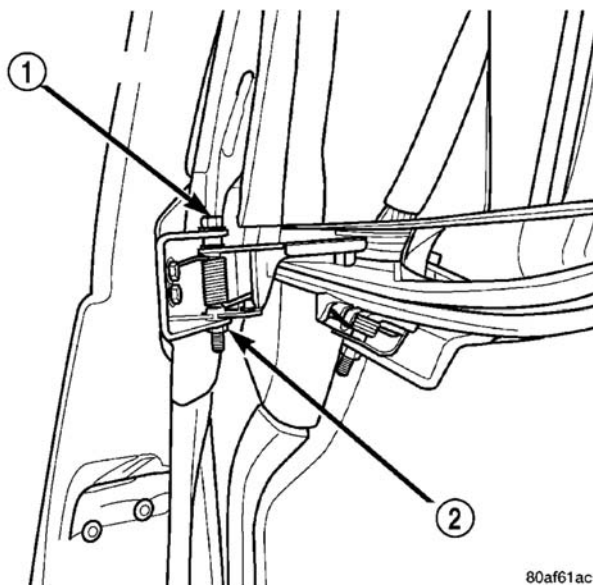
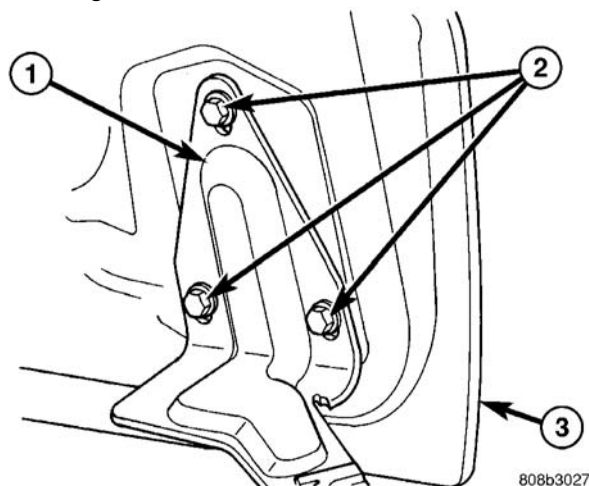

图 13 滑动门中央铰链
图 14 滑动门下滚柱臂
- (2) 完全打开滑动门。
- (3) 确保所有中心铰链螺栓都已拧紧。
- (4) 顺时针转动中心铰链螺栓，向上调整滑动门的后部（图 13）。
- (5) 关闭车门并检查滑动门的校准情况。
- (6) 调整下铰链螺栓，向上调整滑动门的前部。
- (7) 车门半开，拆卸下铰链螺栓检查塞。
- (8) 根据需要拧松螺栓，上、下移动车门前部。
- (9) 检查上部铰链是否弯曲，进行必要的调整。
- (10) 关闭车门，检查滑动门的校准情况。
- (11) 完全打开车门，把螺纹锁螺母放在中心铰链螺栓上。拧紧螺母直到根部顶到中心铰链上的焊接螺母。紧固螺母至 $15 \text{ N} \cdot \text{m}$ (130 in.lbs.)。可能有必要固定中心铰链螺栓以防其在拧紧时转动。
- (12) 确保校准，必要时进行调整。
- (1) 检查滑动门在 B 柱与 C 柱的高度，以决定那一区域较会造成不正确的间隙。
- (2) 如果滑动门在 C 柱高：
- (c) 松开中央铰链螺栓（图 13）。
- (3) 如果滑动门在 B 柱低：
- (d) 松开下滚柱臂支架螺栓（图 14）。
- (4) 如果滑动门在 C 柱低：
- (c) 上下调整螺栓以移动门位置（图 13）。
- (5) 如果滑动门在 B 柱高：